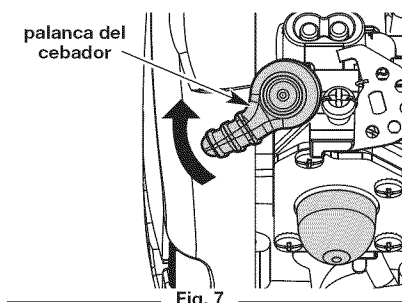

Fig. 7
4. Dé la vuelta a la palanca del cebador agujas del reloj hasta que encaje (Fig. 7).